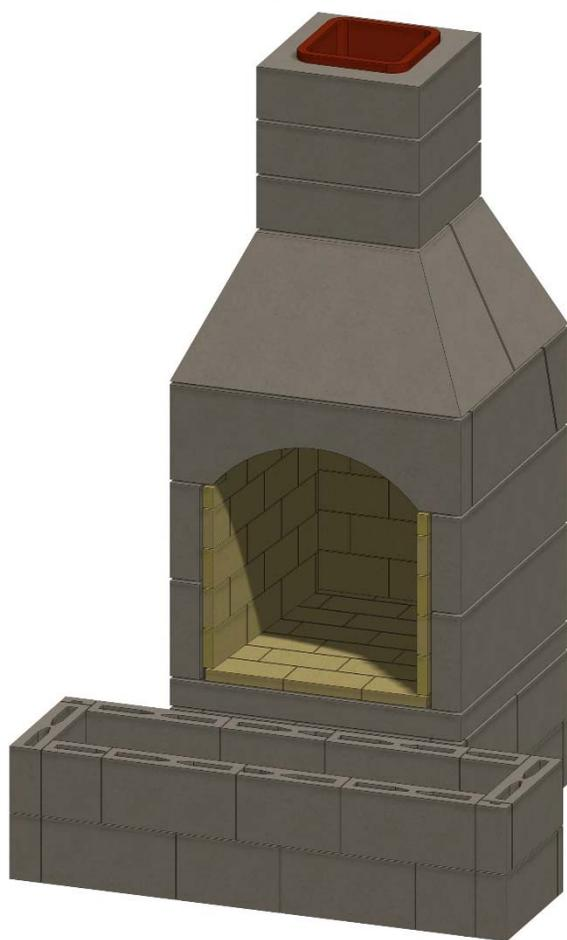

Figure 22. Base de l'âtre
O. Si un foyer doit être installé, et que cela n'a pas été fait précédemment à l'étape A, posez des blocs de béton en place avec du mortier afin de créer une base pour le foyer. Voir la figure 22.